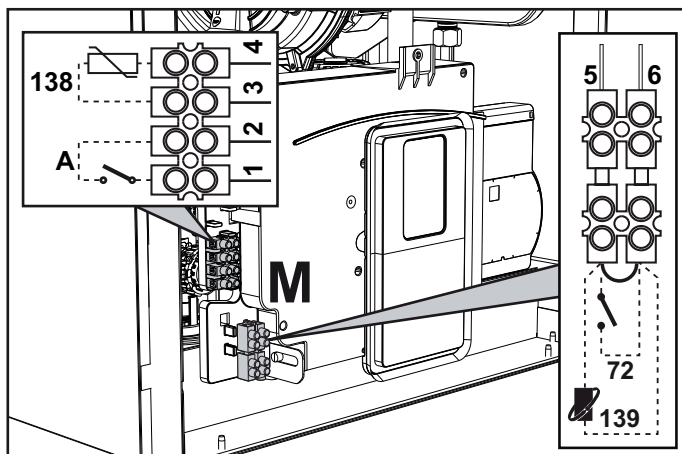

fig. 28
Dopo aver tolto il pannello frontale (sez. "Apertura del pannello frontale" a pag. 39) è possibile accedere alle morsettiere (M) e al fusibile (F) seguendo le indicazioni descritte di seguito. **I morsetti indicati nella fig. 28 devono essere a contatti puliti (non 230V).** La disposizione dei morsetti per i diversi allacciamenti è riportata anche nello schema elettrico alla fig. 66.
Configurazione Interruttore ON/OFF (A fig. 28)